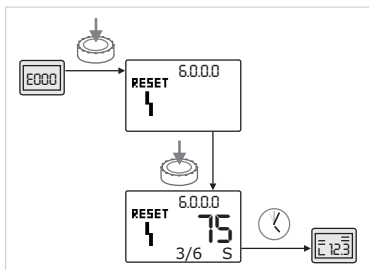

Fig. 47: Kvittere feiltype B (X < Y)
- Er det aktuelle tilfellet av feilen mindre enn maksimaltilfellet (fig. 47):